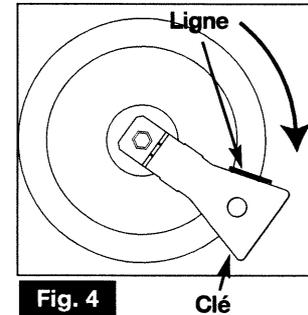

Fig. 4
- ⇒ Tournez la clé dans le sens des aiguilles d'une montre jusqu'à ce que la ligne apparaisse de l'autre côté (fig. 4).